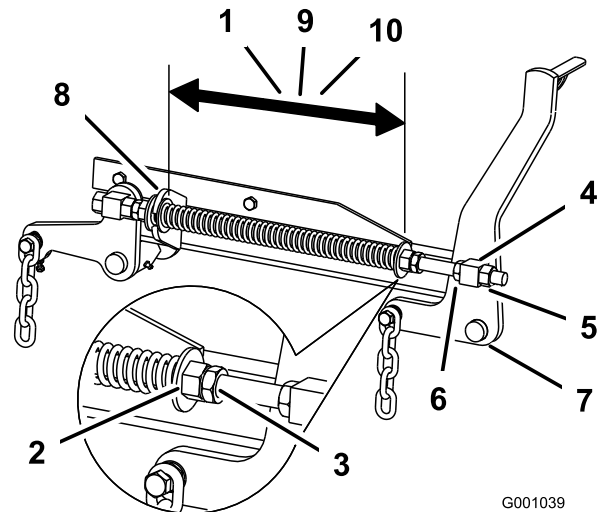

Figura 84
(11-1/2 pulg.) para carcasas de cortacésped de 72 pulgadas (Figura 84).
3. Ajuste esta distancia aflojando la contratuerca elástica y girando la tuerca que está delante de cada muelle (Figura 84). Gire la tuerca en el sentido de las agujas del reloj para acortar el muelle y en el sentido contrario a las agujas del reloj para alargar el muelle.
4. Fije la tuerca en la posición deseada apretando la contratuerca elástica (Figura 84).